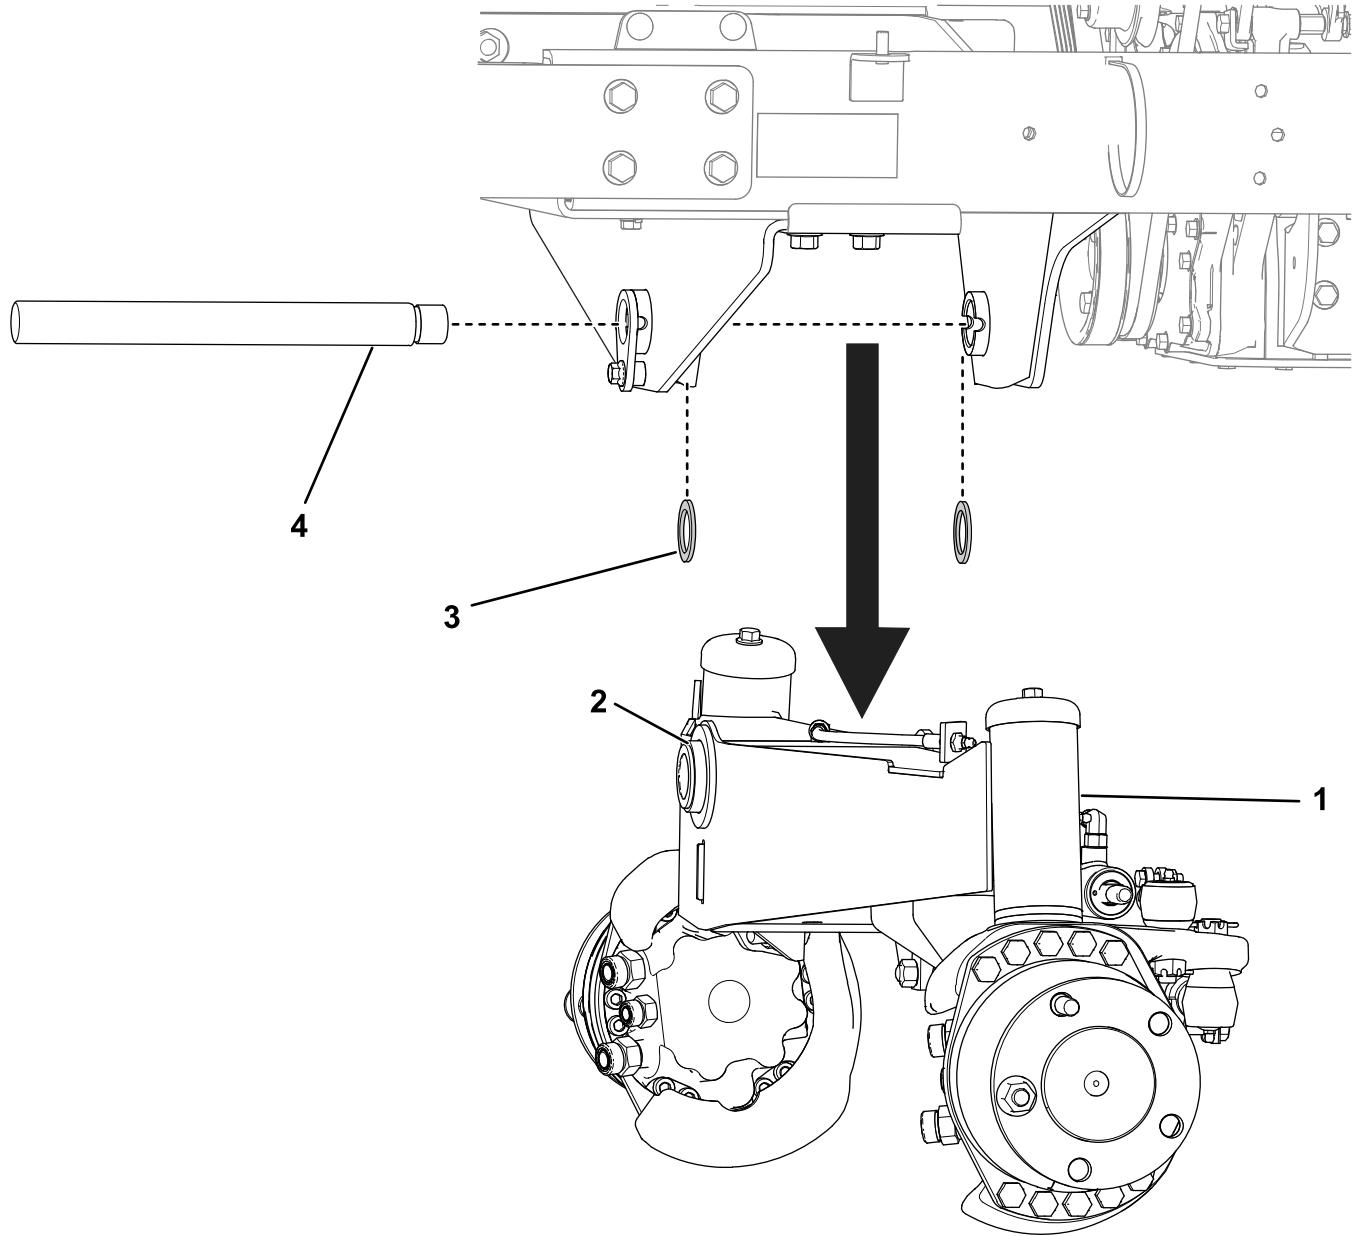

Figura 7
3. Tirate l'albero di articolazione dal telaio e dall'assale posteriore. Abbassate attentamente l'intero gruppo assale posteriore e rimuovetelo da sotto la macchina. Individuate e recuperate le 2 rondelle di spinta dall'area compresa tra il telaio della macchina e l'assale posteriore (Figura 7).